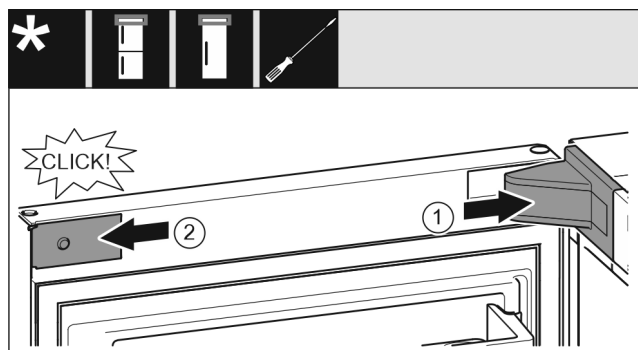

Fig. 20
- ▶ Stavite pokrov podloška ležaja i pustite ga da uskoči, po potrebi ga oprezno razdvojite. *Fig. 20 (1)*
- ▶ Postavite masku bočno i pustite da uskoči. *Fig. 20 (2)*